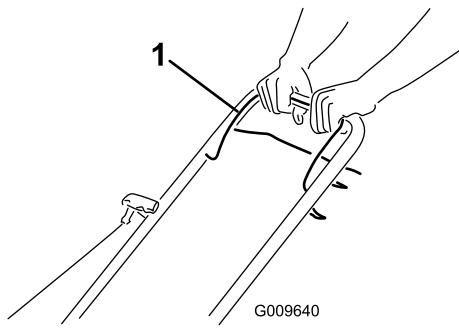

Рисунок 11
- Удерживайте штангу управления ножом прижатой к рукоятке (Рисунок 11).